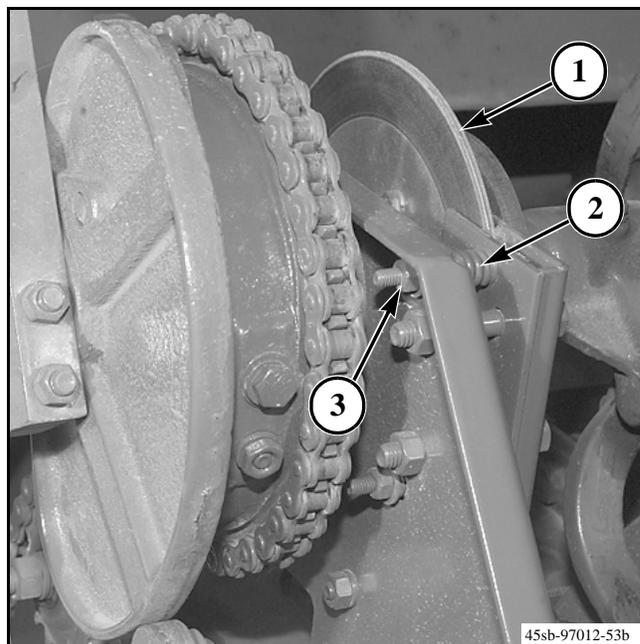

FIG. 43
FIG. 43: El freno de la anudadora (1) evita que las anudadoras y las agujas se muevan de punto muerto desde el momento en que la anudadoras se desplazan hasta que son impulsadas por la rueda dentada de tracción del embrague. Para ajustar la tensión de los resortes de la zapata de freno (2), apriete o afloje las tuercas de ajuste del freno (3). Si se ajustan demasiado poco, las agujas pueden introducirse en la cámara de fardos y hacer que el perno de corte del volante se rompa cuando el brazo del cigüeñal golpee el tope de seguridad de las agujas.